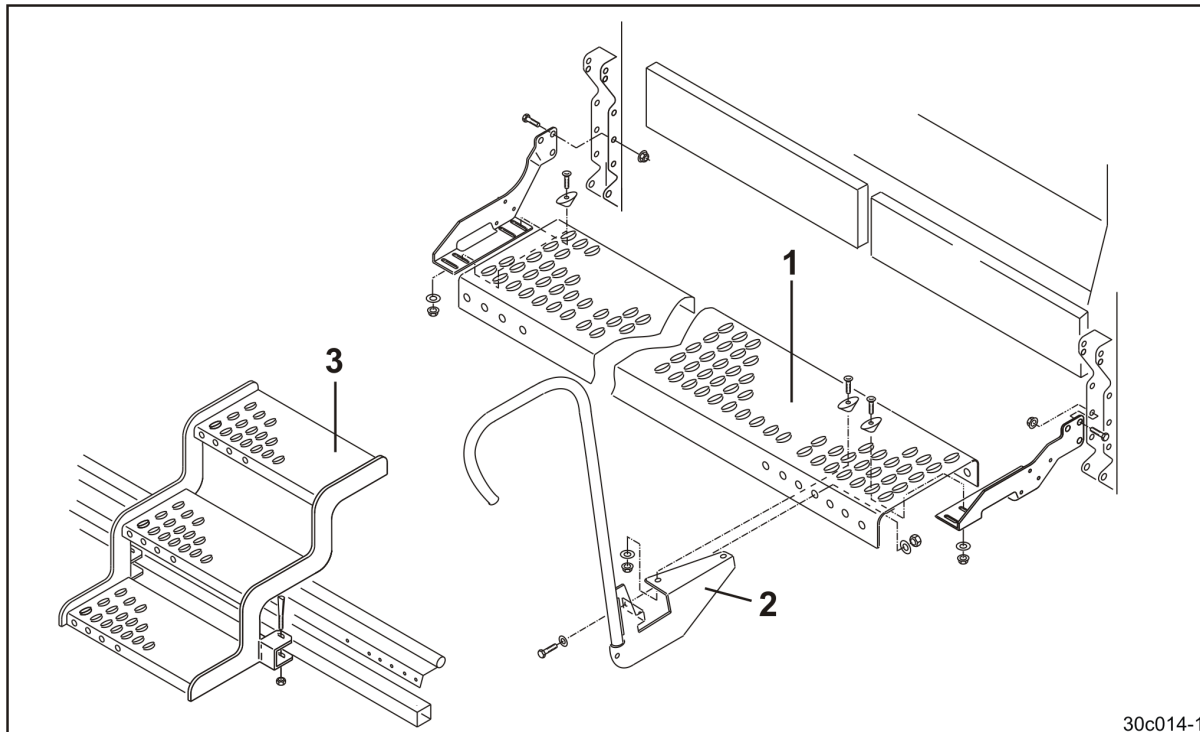

Рис. 60
Запасная решетчатая подножка (Рис. 60/1) уже установлена на агрегате.
1. Привинтите поручень (Рис. 60/2).
2. Закрепите подножку (Рис. 60/3) на выравнивателе рядом с поручнем.